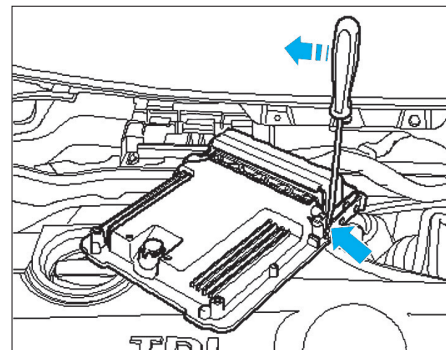

Fig. 28
- Introduire un tournevis entre les deux arrêts puis avec précaution, pousser le tournevis tout en tournant l'étrier de sûreté pour le dégrafer (Fig.28).